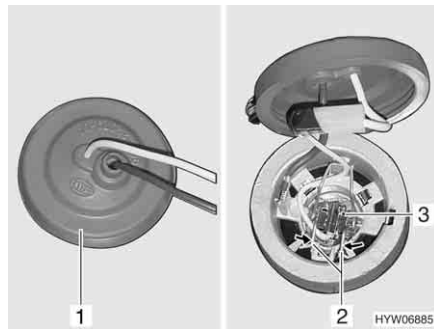

Fig. 287 Farol de nevoeiro
- Meta a mão por trás do farol de nevoeiro e puxe a tampa de borracha (Fig. 287,1) do capacete do farol.
- Comprima o arco de metal (Fig. 287,2) e mova-o para fora do suporte.
- Retire a lâmpada incandescente (Fig. 287,3) com o cabo para fora do capacete do farol.